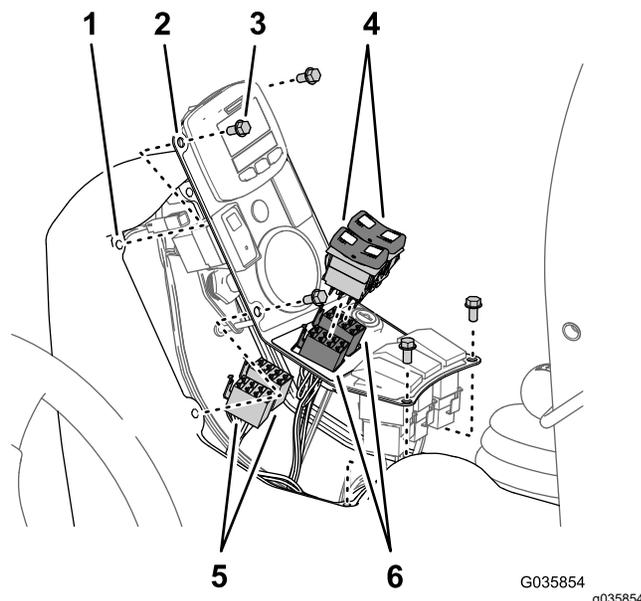
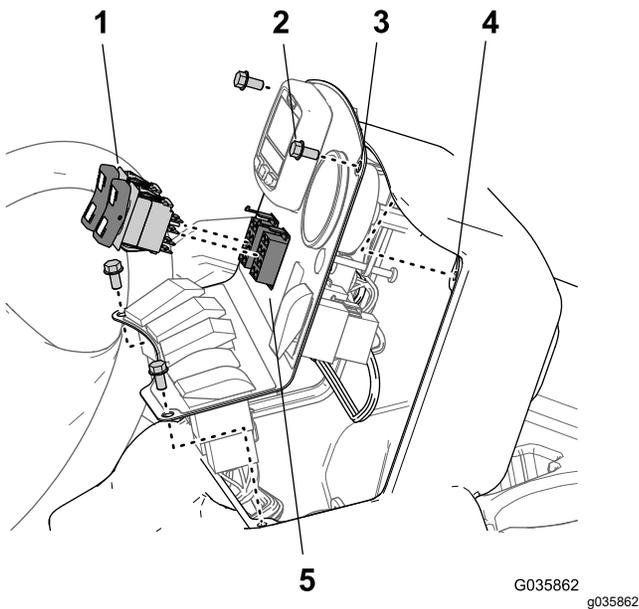

Figure 36
Figure 37
1. Retirez les 4 boulons à embase ($\frac{1}{4}$ " x $\frac{1}{2}$ "") qui fixent le panneau de commande à la console centrale, et soulevez le panneau (Figure 36 ou Figure 27).
(Figure 36 ou Figure 37) que vous avez retirés à l'opération 1.
2. Débranchez les connecteurs à 8 douilles du faisceau de la machine des interrupteurs de levage de rampe (Figure 36 ou Figure 37).
3. Branchez les interrupteurs à bascule sur les connecteurs à 8 douilles du faisceau du kit de finition pour rampes soniques (Figure 36 ou Figure 37).
5. Alignez les trous du panneau de commande sur le cadre de la console (Figure 36 ou Figure 37).